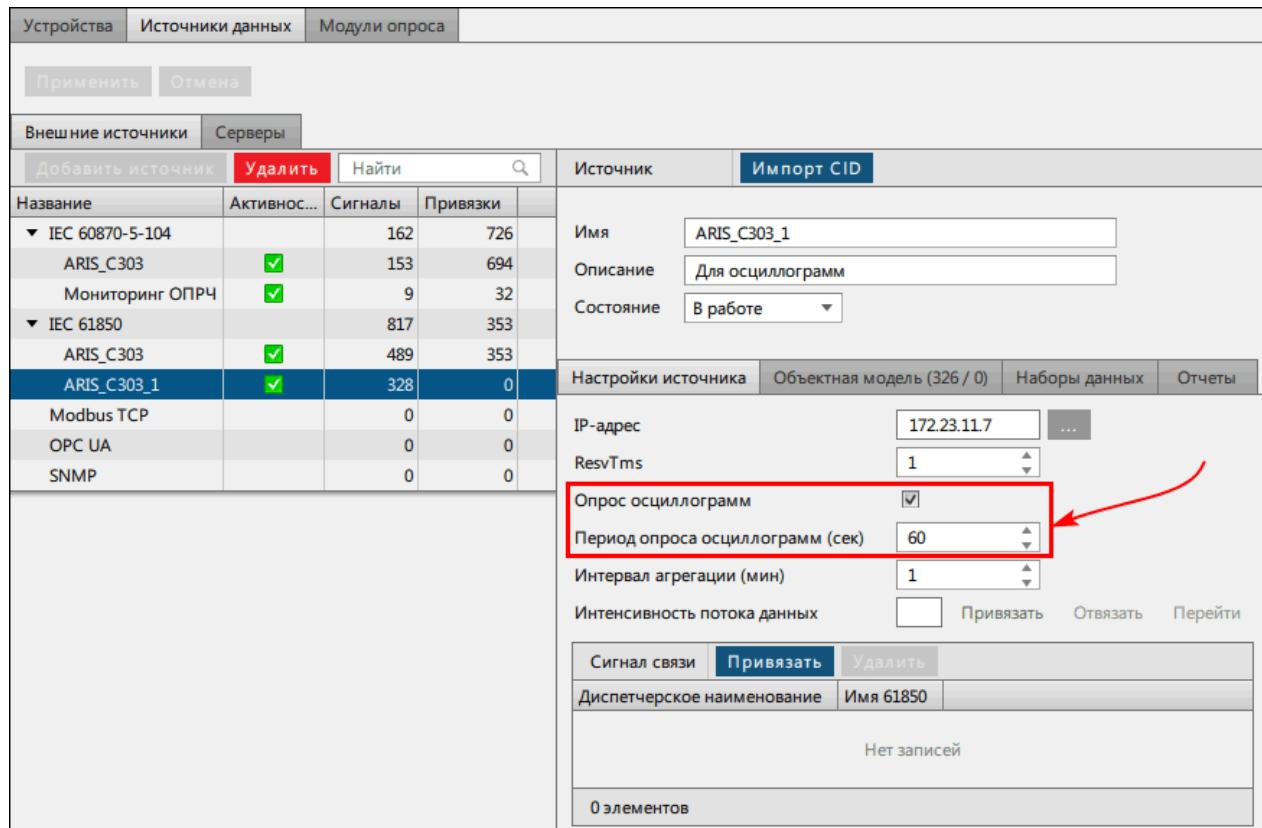

Рисунок 414 - Опрос осциллографом
2. Для каждого источника приема осцилограмм заполните чекбокс **Опрос осцилограмм** и задайте период опроса осцилограмм (Рисунок 414).